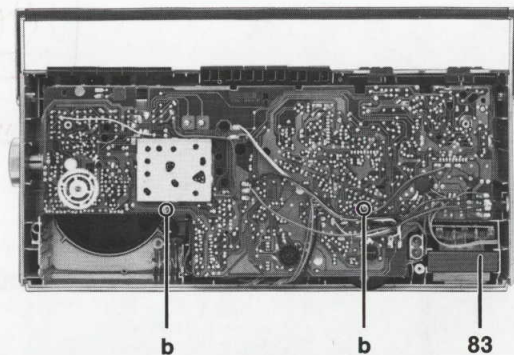

Bild 2
3. HF-NF-Platte ausbauen (Bild 2)